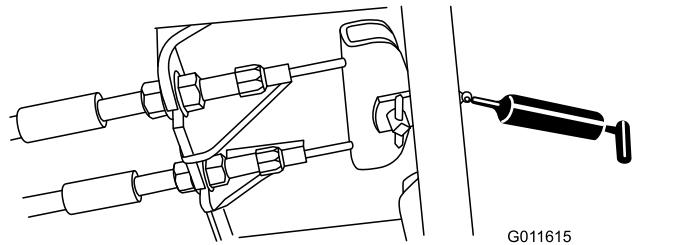

Figura 43
- Pedal do travão (1) (Figura 43)